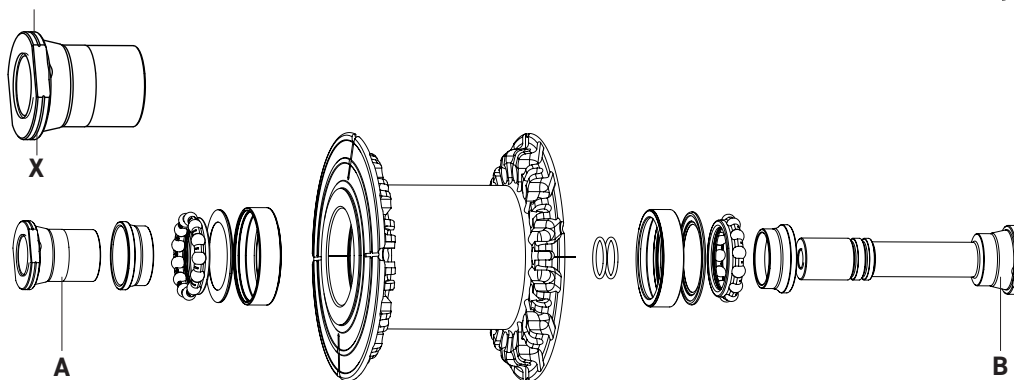
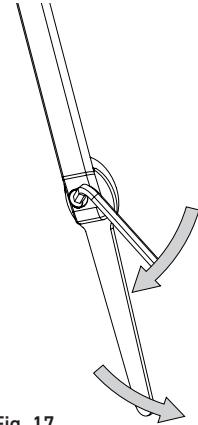

Fig. 14
Fig. 17
- Identifique el lado regulable del eje (A - Fig.14), que se reconoce porque presenta una ranura (X - Fig.14). El lado no regulable no presenta esta ranura (B - Fig.14).
· Apriete el tornillo por el lado regulable del eje (A - Fig.14), aplicando un par de 12-13 Nm, contrarrestando la rotación del eje con una llave plana fija de 17 mm (Fig.17) en el mismo lado del eje.
- Para comprobar de manera aproximada, si la rueda está bien fijada puede realizar el siguiente control: levante la rueda delantera elevando la bicicleta por el manillar (Fig. 14) y de unos golpes secos de arriba hacia abajo en la rueda para comprobar que permanezca bien firme en su posición.
• Fije el eje con una llave plana fija de 17 mm que debe introducirse en posición B (Fig.14) y, con otra llave fija plana de 17 mm, desenrosque el casquillo de regulación A (Fig.14), que se reconoce porque presenta una ranura en el lado opuesto.